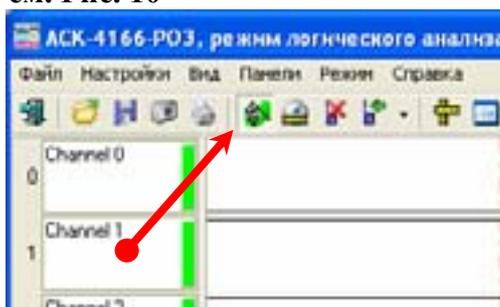

Рис.10 Запуск логического анализатора
2.3.6. После того как все необходимые параметры были выставлены на главной панели логического анализатора Вам необходимо нажать кнопку «Ручной запуск прибора» см. Рис. 10